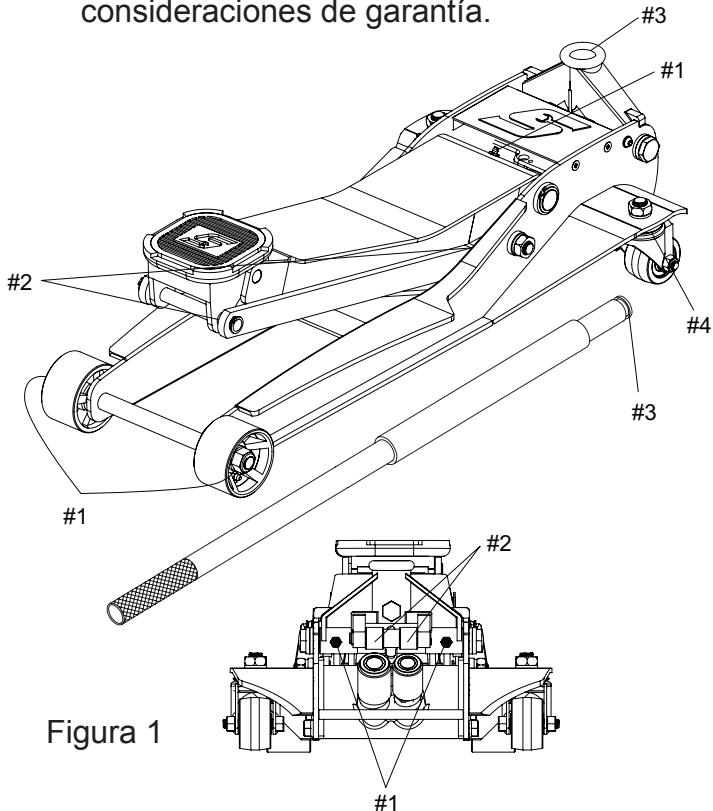

Figura 1
1. El gato debe lubricarse con una grasa a base de litio (solamente) con el fin de prevenir el desgaste prematuro de las partes, así como garantizar una operación suave. Una grasa de uso general y a base de litio debe usarse en las graseras provistas en ambas ruedas de anteras FJ300-4, el ensamble del brazo de levantamiento y dos en el ensamble de la abrazadera del mango FJ300-11. Las áreas adicionales de lubricación se encuentran en la figura 1. Las partes desgastadas ocasionadas por el uso de una grasa inadecuada, una lubricación inadecuada o faltante no son elegibles para las consideraciones de garantía.